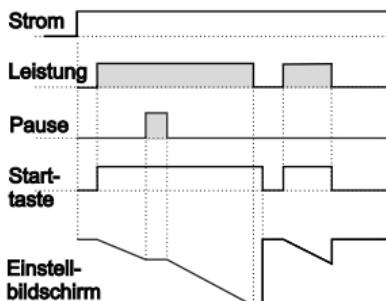

Abbildung 3.1
3.1.1 Wenn Abwärtszählen **DEct** = 1 und **butF o-n** ist, wird das Regelschema in Abbildung 3.1 gezeigt.